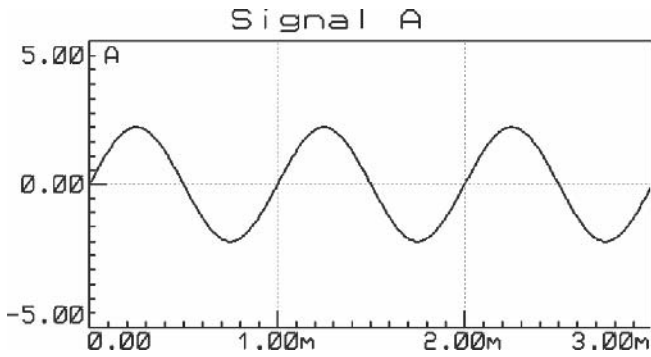

Figure 2.20.
**Tentatoo** – Je ne l’ai jamais pensé, Sepatoo. Mais comme je sais que tout n’est pas toujours très facile à aborder d’un point de vue purement théorique, je vous propose de passer à un exemple pratique, en utilisant des signaux que nous connaissons bien. Nous allons ainsi regarder sur notre oscilloscope et sur notre analyseur de spectre, ce que les circuits d’addition et de soustraction permettent d’obtenir. Nous n’utiliserons pas la préaccentuation pour le moment, car cela pourrait rendre confus les résultats. Prenons donc un premier signal sinusoïdal de fréquence 1 kHz et d’amplitude 2 V, et appliquons-le à l’entrée de la voie gauche G ; nous observerons ensuite ce signal au point A. Puis prenons un second signal sinusoïdal de fréquence 4 kHz et d’amplitude 1 V, et appliquons-le à l’entrée de la voie droite D ; nous observerons ensuite ce signal au point B. Analysons les écrans de l’oscilloscope, reportés sur les **figures 2.20 à 2.23**. Je vous laisse la parole.